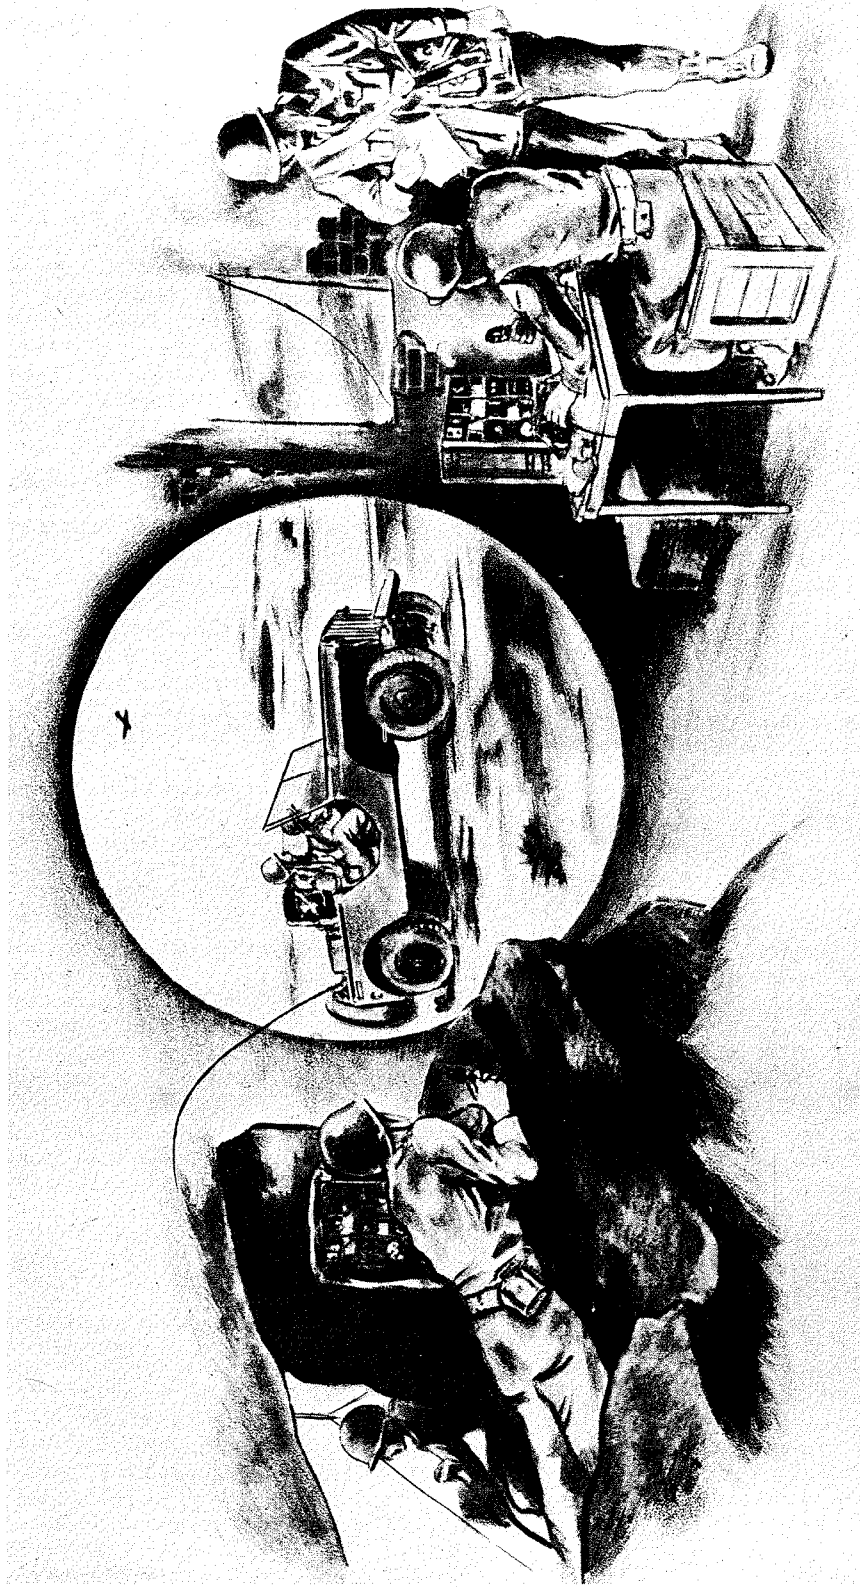

Bild 1 Funkgerät GRC-9 im Feldeinsatz
Dieses Handbuch enthält Hinweise für Aufbau, Handhabung, Wartung und Reparatur der Sende-Empfangsanlage GRC-9 (Bild 1). Diese Anlage ist mit der Sende-Empfangsanlage AN/GRC-9 des Signal Corps der US-Armee identisch. Die Buchstaben GY hinter der Typenbezeichnung der Anlage und der wichtigsten Teile bedeuten, daß diese Positionen in Deutschland hergestellt werden.
a) Die Funksprechanlage GRC-9 (Bild 1) besteht im wesentlichen aus einem kombinierten Sende-Empfangsgerät für Trägertastung (A 1), Tastung des modulierten Trägers (A 2) und für Gegensprechverkehr mit Telefon (A 3). Das Funksprechgerät kann sowohl als transportables Feldgerät (Bild 1) als auch als Anlage in Fahrzeugen verwendet werden.